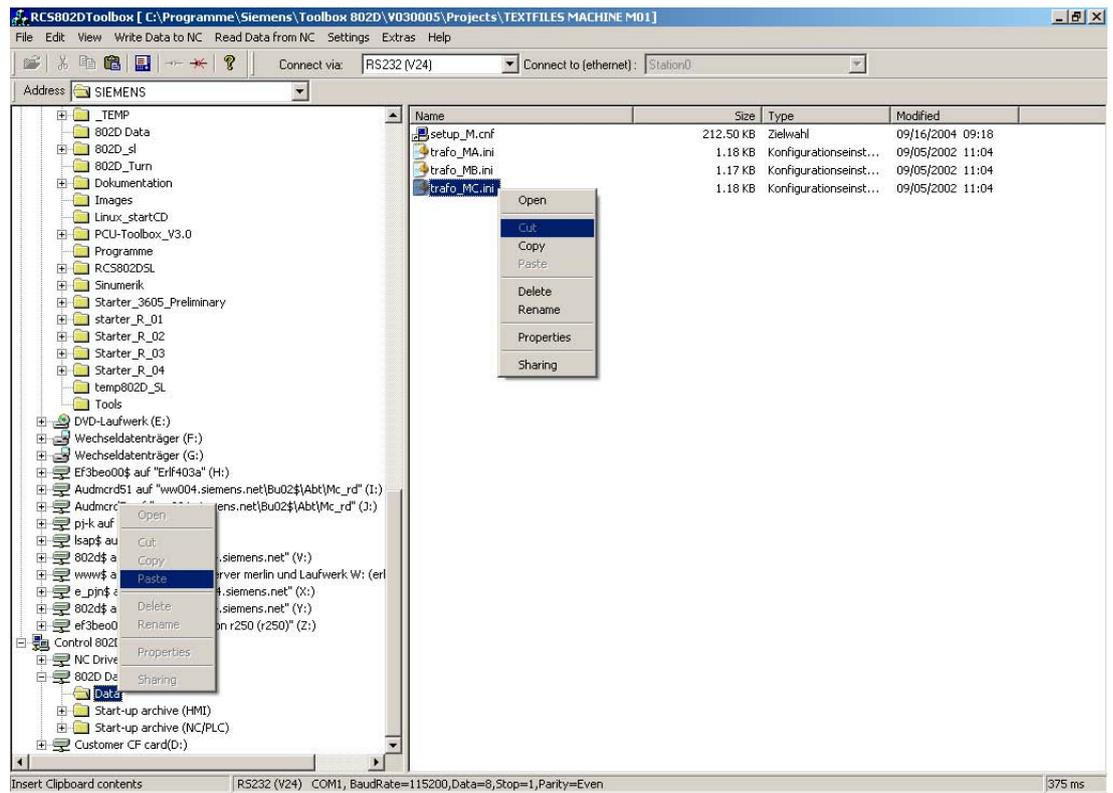

Fig. 9-6
- Copiare le icone del file di setup con Copia/inserisci nella cartella Data del floppy A dell'802D sl (vedere la fig. 9-6).